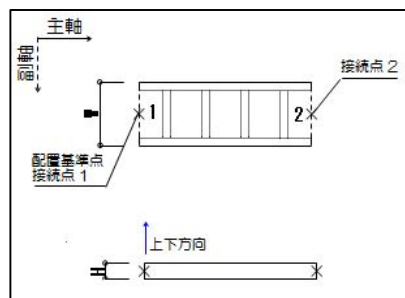

図4
- 4) 「ケーブルラック」の上下方向は、ラックの下端から上端へ向かう大きさ1の方向ベクトルとする。（図4参照）